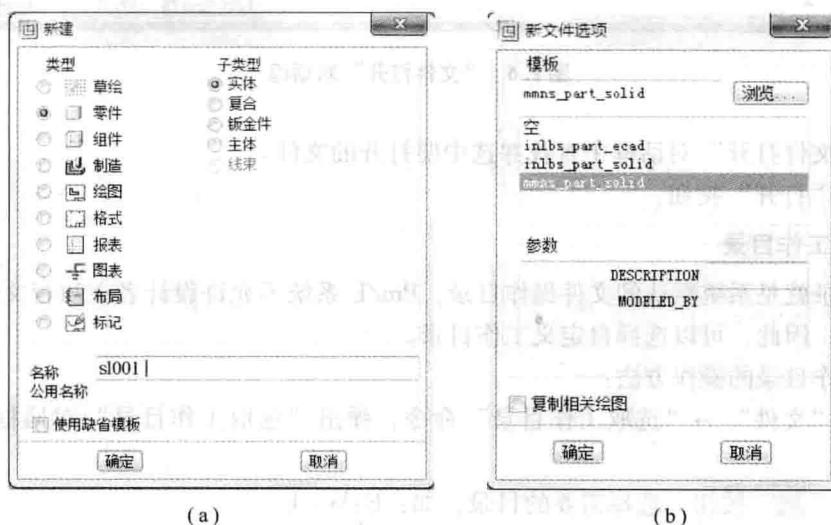

图 1.5 新建文件对话框
①选择“文件”→“新建”命令，或单击工具栏上的 \square 按钮，打开如图 1.5 (a) 所示的对话框。
②指定文件“类型”以及“子类型”。如：创建实体零件模型，则选择“零件”以及“实体”。
③输入新建文件的文件名称，如 sl001。公共名称是指该新建文件的公共描述，一般不指定。
④选择“使用缺省模板”，表示所创建零件的有关制图标准，如长度的单位、重量的单位、体积的单位等均采用系统默认的标准（英制），如不选择“使用缺省模板”，则表示可以在开始工作前自行选择合适的制图标准。例如：取消了“使用缺省模板”，单击“确定”按钮，系统则会转到制图标准的选择对话框，如图 1.5（b）所示。
⑤单击“确定”按钮完成创建。